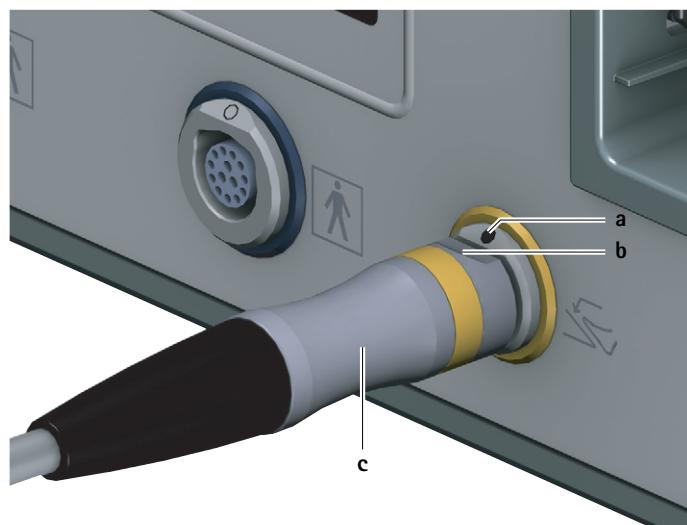

Fig. 2 Ligar o comando a pedal
- Alinhar a ficha do comando a pedal c de tal forma que a marcação b na ficha coincida com a marcação a na tomada de ligação do comando a pedal 6, ver Fig. 2.
- ▶ Retirar a ficha do comando a pedal **c** da tomada de ligação do comando a pedal **6**, ver Fig. 2.